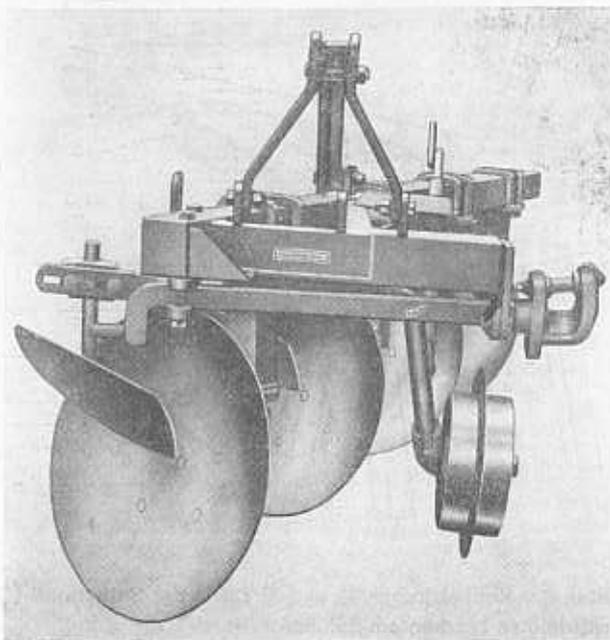

Abb. 9
Abb. 9 Zusammenschrauben der Lasche, groß (8) und Steg (9) mit 2 Sechskantschrauben durch die Löcher im Werkzeugträger oder durch 2 mitgelieferte kürzere Schrauben am Querträger. Die dadurch erreichte Verstellmöglichkeit der Tragachse ist erforderlich, um bei stufenlos verstellbarer Arbeitsbreite bzw. bei 3- oder 4furchigem Pflügen die richtige Anhängung an den jeweiligen Traktor zu ermöglichen.